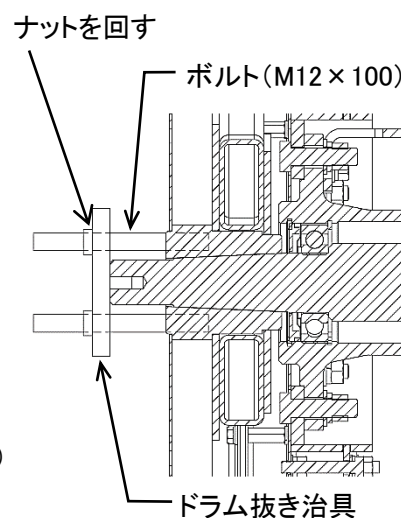

図 9-5
- ・ 右図を参考にドラム抜き治具を取り付けた後にナットを締めこんでドラムを主軸から外してください。(図 9-5)